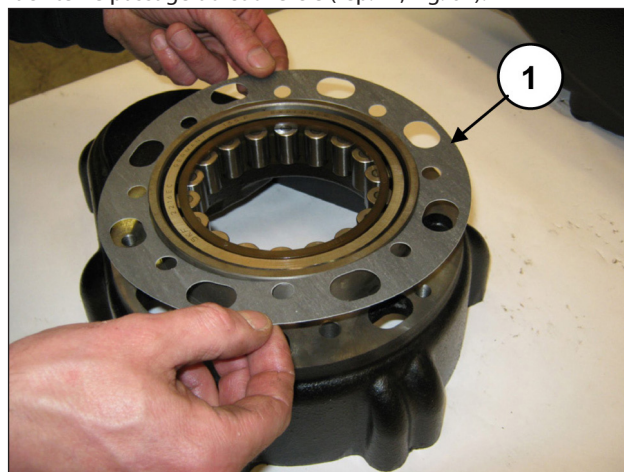
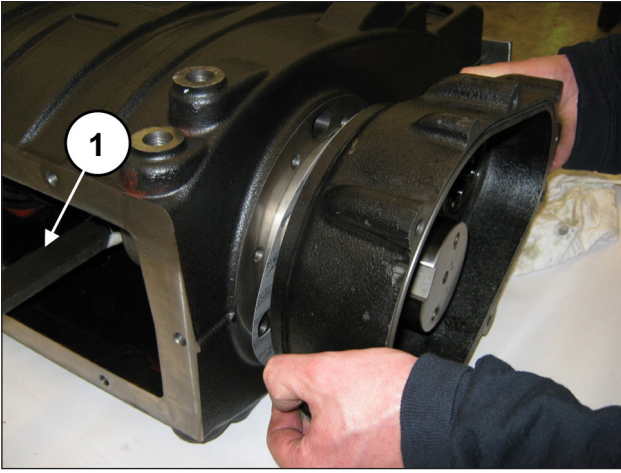

Fig. 61
Fig. 62
De l'autre côté, insérer le joint latéral sur le boîtier du réducteur (rep. ①, Fig. 61) et soulever le vilebrequin pour faciliter le passage du couvercle (rep. ①, Fig. 62).